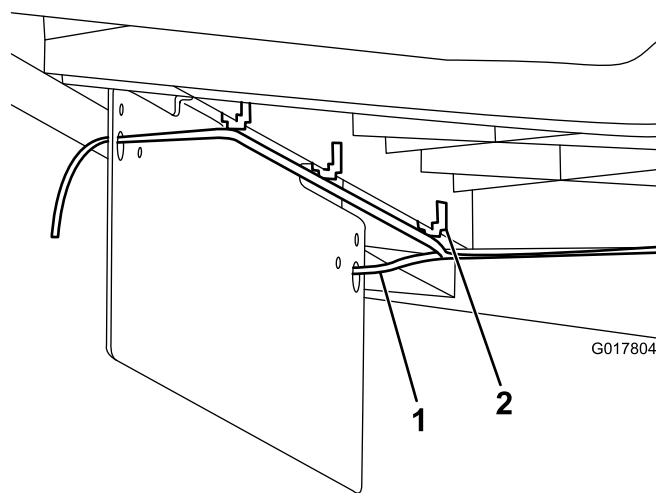

Figura 12
2. Instale el arnés de cables, sujetando los clips a la cara inferior de la plataforma (Figura 12).
3. Introduzca los cables a través de los orificios grandes del soporte de la placa de matrícula (Figura 12).